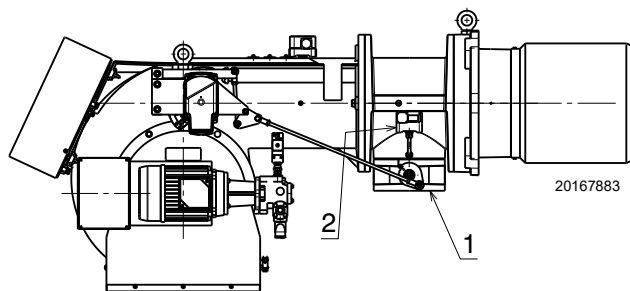

Fig. 24
Pression de gaz mesurée à la prise 2)(Fig. 24), avec :
Perte de charge vanne papillon gaz 1)(Fig. 24) avec ouverture maximale : 90°.
- soustraire de la pression du gaz à la prise 2)(Fig. 24) la pression dans la chambre de combustion.
$$\begin{aligned} \text{Pression du gaz à la prise 2)(Fig. 24)} &= 32.9 \text{ mbars} \\ \text{Pression chambre de combustion} &= 5 \text{ mbars} \\ 32.9 - 5 &= 27.9 \text{ mbars} \end{aligned}$$
Pour connaître par contre la pression de gaz nécessaire à la prise 2)(Fig. 24), après avoir défini la puissance de modulation maximale à laquelle on désire faire fonctionner le brûleur :
- Lire sur la droite, colonne 1, la pression à la prise 2)(Fig. 24).
Pression nécessaire à la prise 2)(Fig. 24).